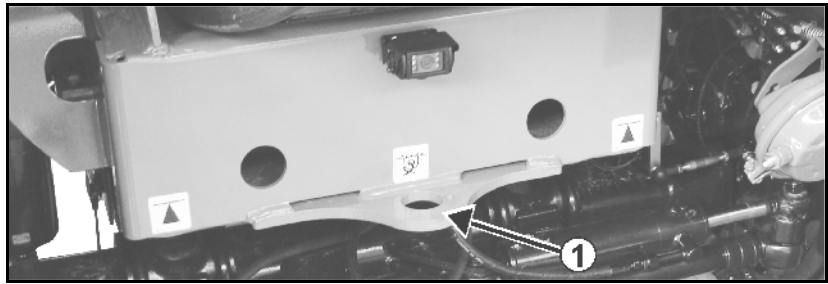

Fig. 8
- Et fastsurringspunkt bagpå ((Fig. 8/1)